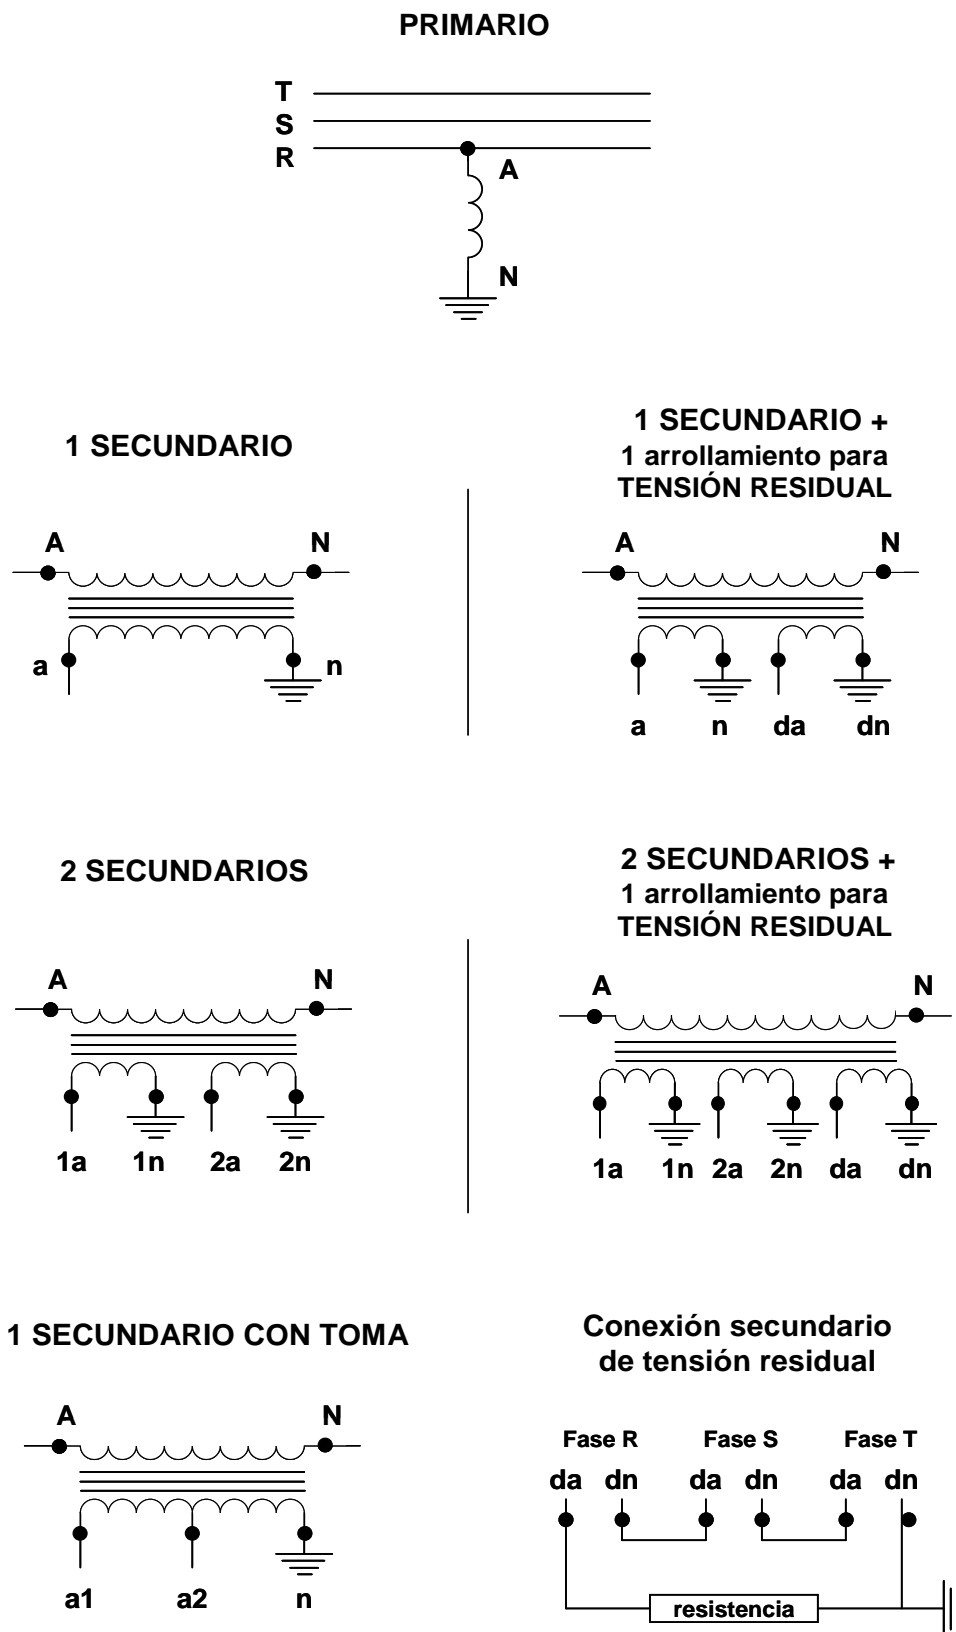

Figura 3
- Verificar las conexiones (Ver figura 3):